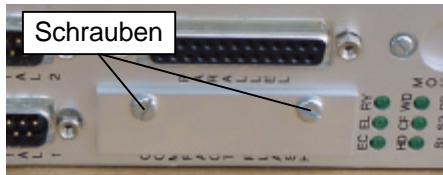
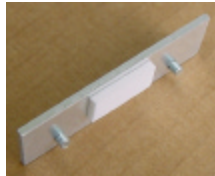

Abbildung 39: abgedeckter CompactFlash Slot
Abbildung 41: Abdeckplatte
1. Lösen Sie mit einem Schraubenzieher die beiden Schrauben der Abdeckplatte vor dem CompactFlash Slot (siehe Abbildung 39). Die Schrauben können nicht ganz herausgedreht werden, um zu verhindern, dass sie verloren gehen (siehe Abbildung 41).
6. Bringen Sie die Abdeckplatte wieder vor dem CompactFlash Slot an (siehe Abbildung 39).